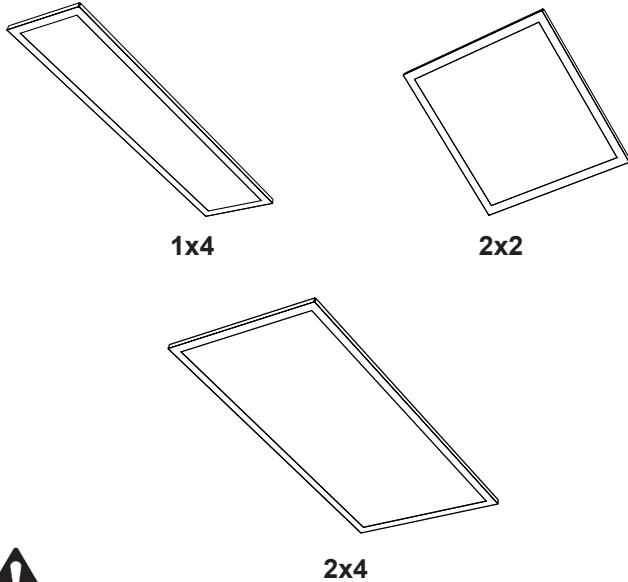

FIGURA 1
- Coloque la luminaria en la barra en T de la rejilla del techo. Doble los clips de la parte superior de la luminaria y hágalos girar hacia afuera para enganchar con la barra en T de la rejilla de soporte. Consulte la **Figura 1**. Asegure la luminaria a la rejilla conforme a los códigos estatales y locales.